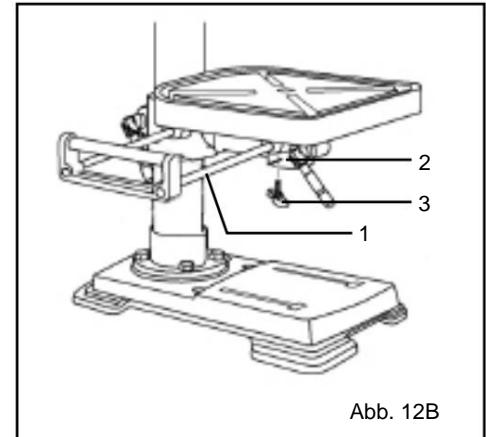

Abb. 12B
INSTALLIEREN SIE DIE TISCHVERLÄNGERUNG (ABB. 12B)
1. Stecken Sie die beiden Stangen (Abb. 12B - 1) der Tischverlängerung in die beiden Kanäle (Abb. 12B - 2) an der Seite des Tisches.
2. Setzen Sie einen Flügelknopf (Abb. 12B - 3) in die Öffnung an der Unterseite jedes Kanals und ziehen Sie ihn fest, um die Verlängerung am Tisch zu befestigen.